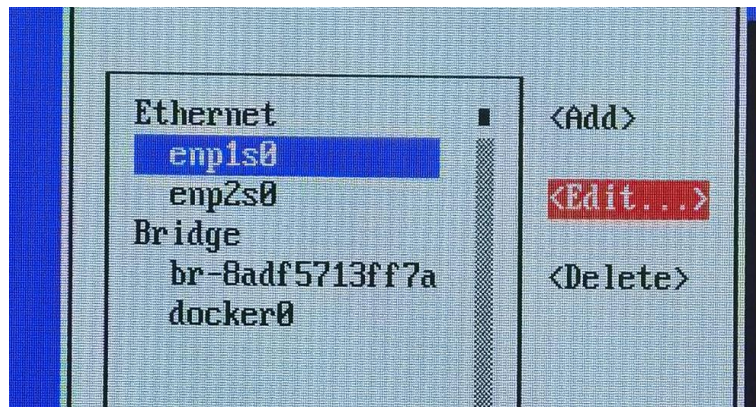

图6
5、进入界面后通过键盘控制红色光标上下移动，进行选择，选择Edit a connection后回车，进入修改界面，如图6所示。